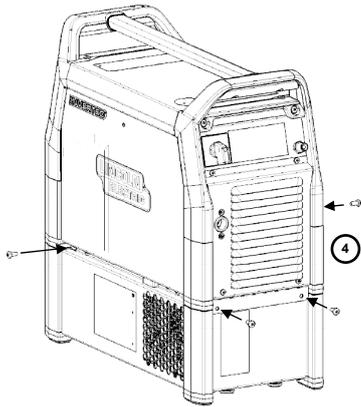

Figura 3
4. Finalmente, atornille las chapas adaptadoras al refrigerador (Figura 3).